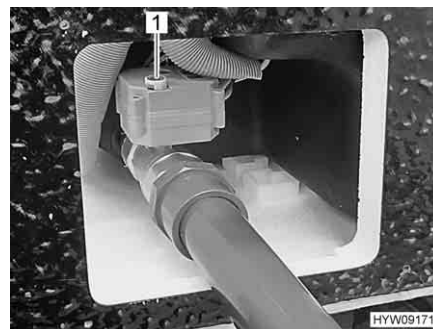

Fig. 159 Manovella (rubinetto di scolo
- Per aprire il rubinetto di scolo delle acque grigie sollevare la manovella (Fig. 159,1) e ruotarla in senso antiorario fino a battuta. La direzione di rotazione (O per apertura, S per chiusura) è indicata sulla manovella.
- Per chiudere il rubinetto di scolo delle acque grigie sollevare la manovella (Fig. 159,1) e ruotarla in senso orario fino a battuta.